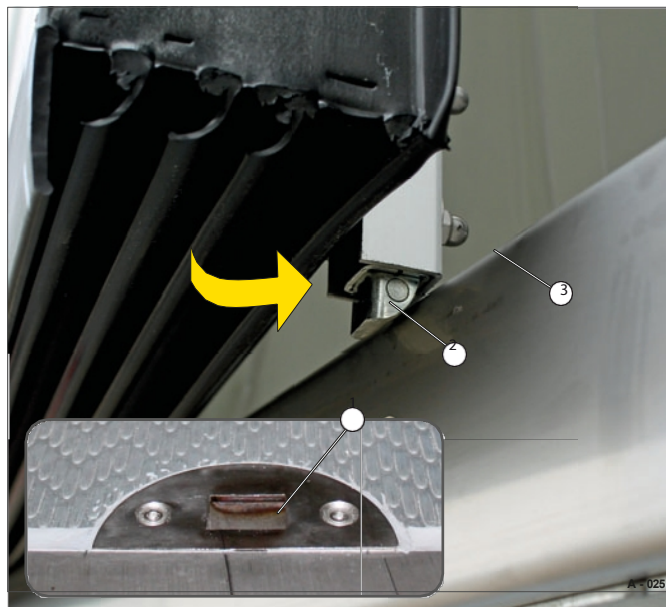

Fig. 25 Stängning av dörrbladet (vänster)
- Kontrollera att det inte finns några orenheter i den nedre fällficka (Fig. 25/1).
- Sväng dörrbladet i stängt läge - tryck till ordentligt. Den övre/nedre spärren (Fig. 25/2) dras automatiskt in och snäpper igen i spärrfickorna.